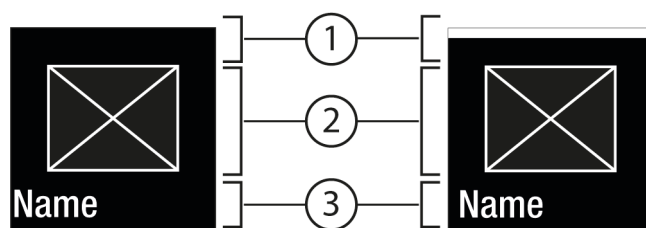
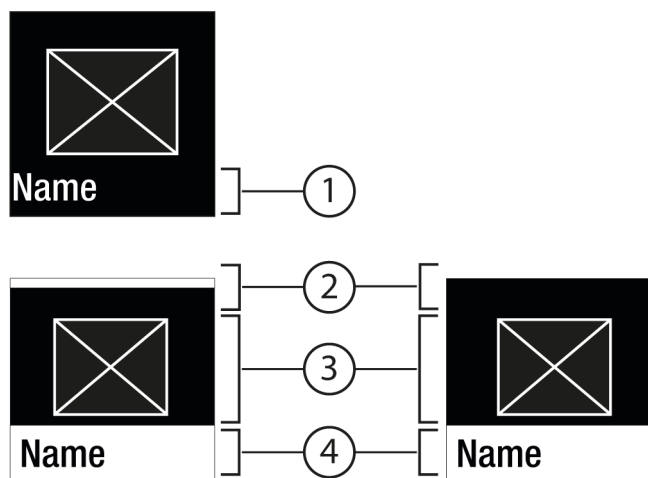

Fig. 6
Fig. 7
- Натиснувши Підтвердити Fig. 5 (2) викликати підменю Fig. 7 (4).
- Налаштувати нове значення: Натиснувши Підтвердити Fig. 5 (2) вибрати деактивоване значення Fig. 6 (1).
- Назад в меню: Натиснувши Підтвердити Fig. 5 (2) вибрати вже активоване значення Fig. 6 (2).
▷ Статус: активовано Fig. 6 (1) з'являється скоро в підменю Fig. 7 (4).